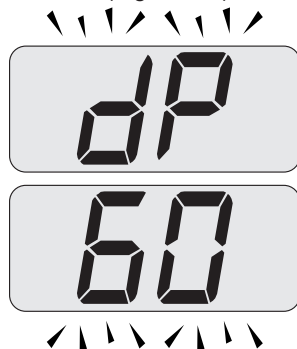

Figura 7.6
- Premere 3 volte il tasto 16 fino a far apparire sul display LCD le lettere **dP** (spazzacamino attivo in massimo sanitario) che si alternano con il valore di temperatura dell'acqua di riscaldamento (es. **60**), indicanti l'entrata nell'attivazione della "funzione spazzacamino" alla potenza massima in sanitario (Figura 7.6).